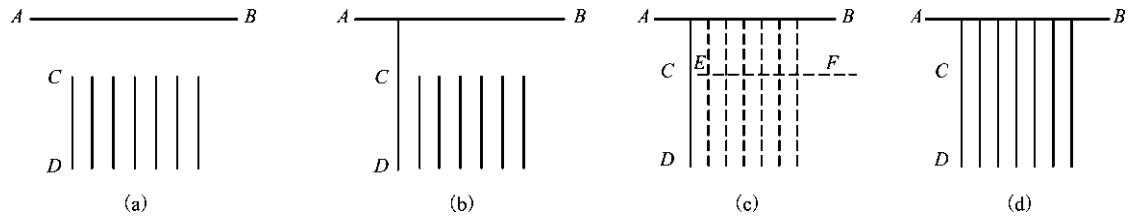

图 1-45 延伸“栏选”方式的应用
【实例 1-20】 将图 1-45(a)中的线段 CD 及其平行线段延伸至直线 AB。
- ① 执行【直线/L】命令绘制如图 1-45(a)所示图形。
- ② 执行【延伸/EX】命令，完成后如图 1-45(d)所示。
选择要延伸的对象，或按住 Shift 键选择要修剪的对象或[边界边(B)/窗交(C)/模式(O)/投影(P)]：// 单击线段 CD 靠近直线 AB 的上面部分，线段 CD 就延伸至直线 AB，如图 1-45(b)所示
选择要延伸的对象，或按住 Shift 键选择要修剪的对象或[边界边(B)/窗交(C)/模式(O)/投影(P)/放弃(U)]：// 对于批量需要延伸的对象，也可以采用“栏选”。如图 1-45(c)所示，在靠近延伸边界 AB 附近的空白位置 E 点处单击一下，进入“栏选”状态
指定下一个栏选点或[放弃(U)]：//向右移动鼠标，如图 1-45(c)所示，出现 EF 直线，与 EF 直线相交的对象都呈虚线状态，在 F 点附近单击鼠标左键，呈虚线状态的直线同时延伸到 AB 直线。完成后如图 1-45(d)所示